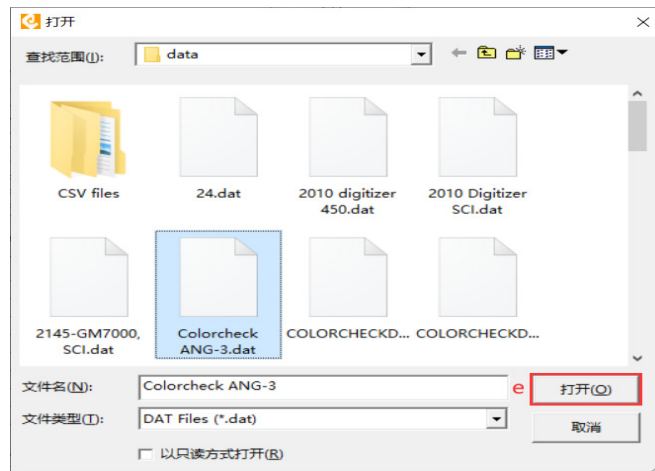

图 6-6 “打开”对话框
- d. 点击 Import 按钮，将出现 Open File 对话框（如图 6-6）；